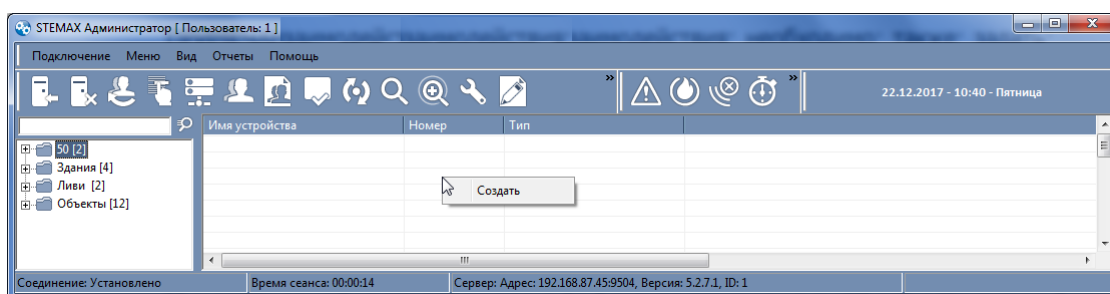

Рис. 9.2. Создание карточки объектового устройства
- 2) Щелкните правой кнопкой мыши в поле объектовых устройств (правой части окна программы) и нажмите появившуюся кнопку *Создать* (Рис. 9.2).